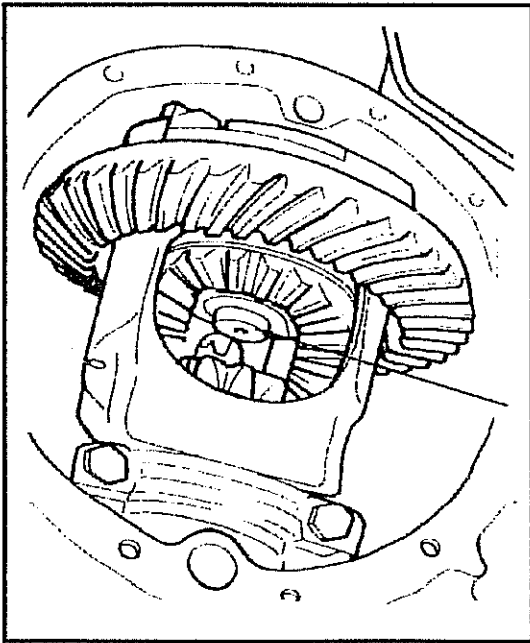

Abb. 8-12 Ausbau der Sprengringe der Antriebswellen
- Die Sprengringe zur Befestigung der Antriebswellen innen im Differentialgehäuse entfernen. Die Antriebswellen mit Gelenkgabeln entfernen. Siehe Abb. 8-12.